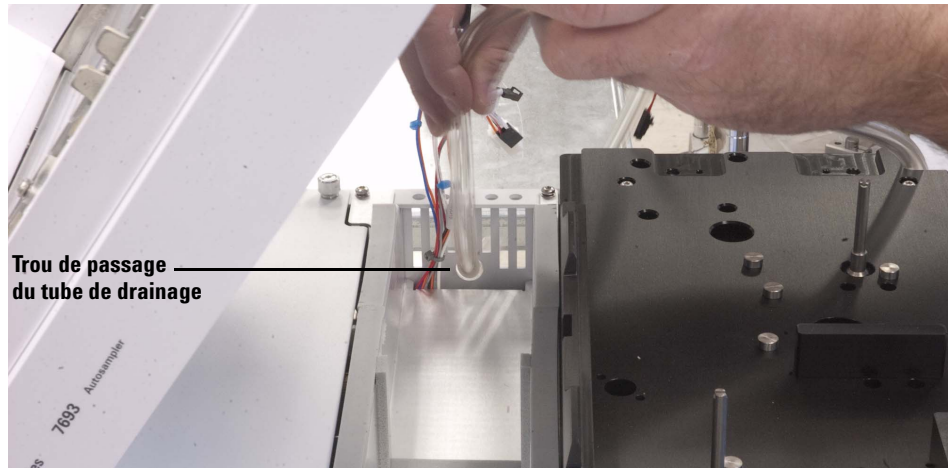

Figure 51 Passage du tube de drainage dans le trou du châssis
- 36** Maintenez le porte-échantillons partiellement en place sur le châssis et faites passer le tube de drainage en plastique par le trou situé au dos du châssis (Figure 51).